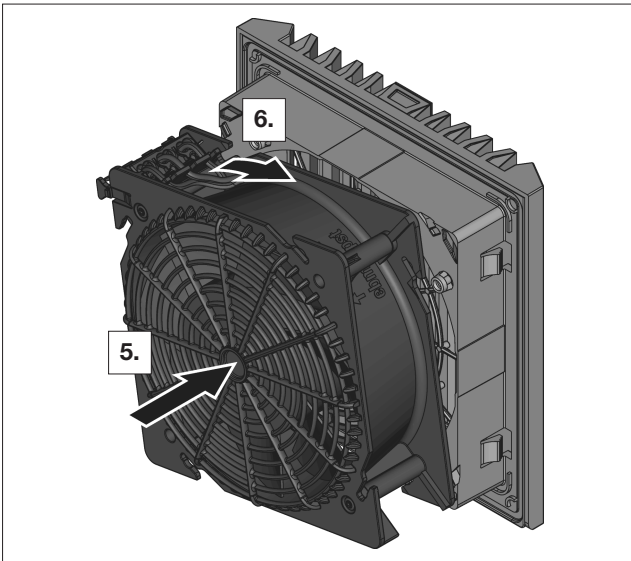

図9: バヨネットロックをロック
- ファンハウジングをフィルターケース上に戻してください (図9を参照)。